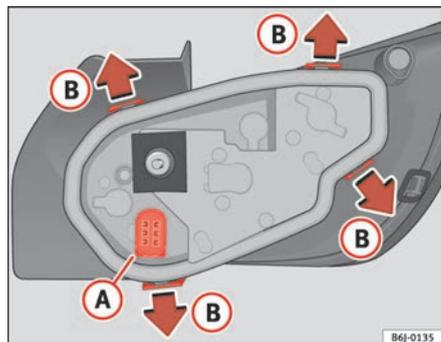

Fig. 157 Substituição das lâmpadas luzes traseiras
- Retire a ligação do alojamento (A) ⇒ fig. 157.
- Retire o porta-lâmpadas, separando-o da carcaça. Para o fazer, pressione as patilhas (B) no sentido das setas ⇒ fig. 157.